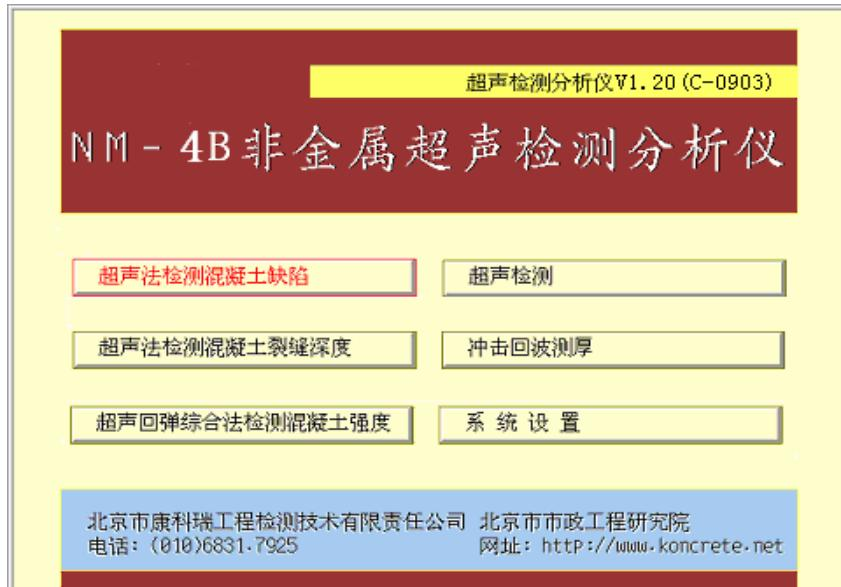

图 1.1 系统主界面
按下仪器电源开关，电源指示灯显示绿色，并发出“嘀”的响声，几秒钟后，屏幕显示系统主界面（如图 1.1 所示）。用⑤、⑥键在各个功能模块中循环选择，或者用③、④键在左右两个功能模块中进行切换，把选择框移到功能按钮上时，按钮字的颜色为红色，此时按确认键进入相应功能模块。NM-4B 非金属超声检测分析仪包含六个功能模块，分别是